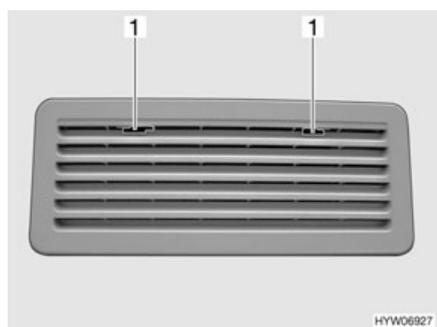

Fig. 147 Grille d'aération du réfrigérateur (Thetford)
- Pousser le dispositif de blocage (Fig. 147,1) vers le milieu.